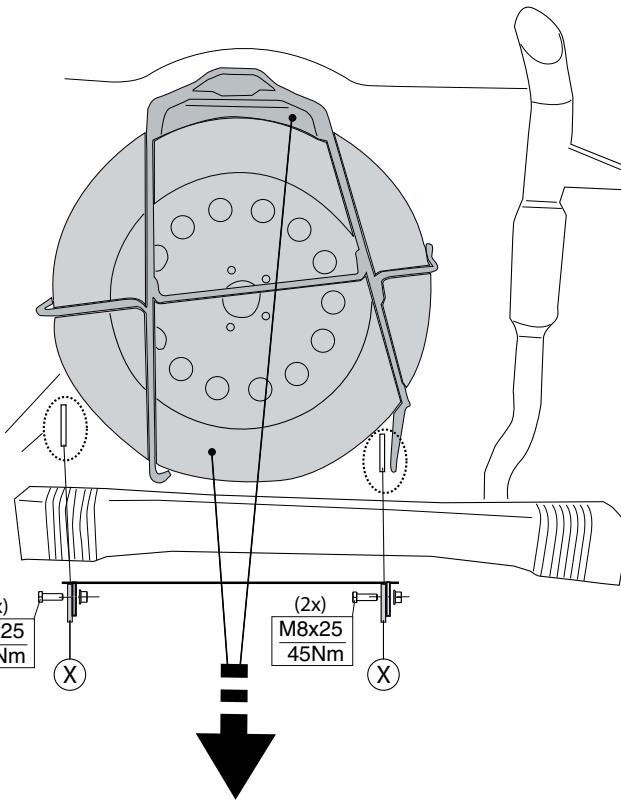

Fig.1.
1. **Внимание, если имеются:** Снять запасное колесо. См. рисунок 1.
Установить запасное колесо. См. рисунок 1.